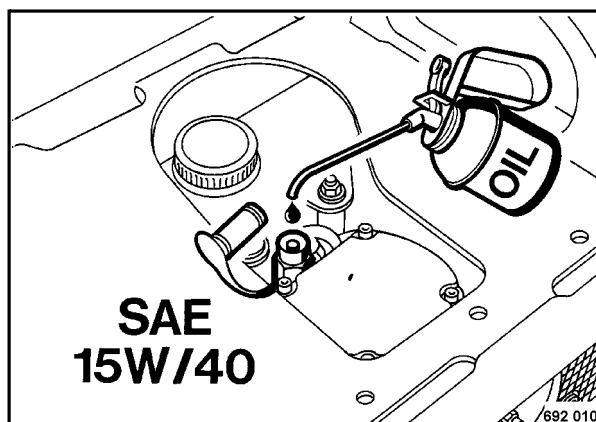

Fig. 8
- Retirar la tapa protectora (Fig. 8) del dosificador. Rellenar aceite de motor hasta la arista superior. Recolocar la tapa y presionarla fuertemente hacia dentro.